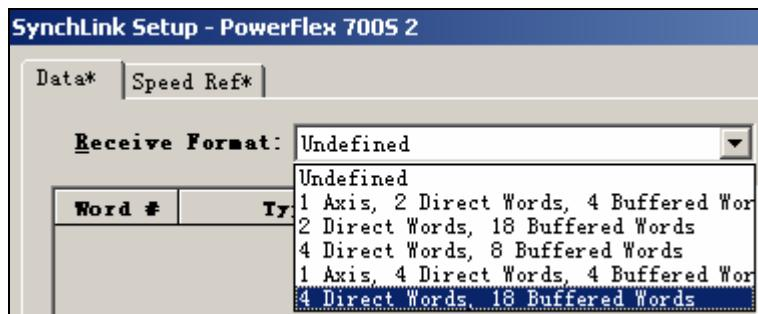

图 6-33 选择 #2 变频器的接收格式
21) 因为我们配置的是#2 变频器，所以我们只需要配置 SynchLink 中数据的接收，无需配置数据的发送。点击 Receive Format 的下拉键，会出现如图 6-33 所示的接收格式选择菜单，这里我们选择 4 Direct Words 和 18 Buffered Words。